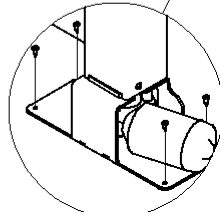

Fig.4
4. Używając drewno wkrętów zamocuj podnośnik do mebla zgodnie z Rys. 4